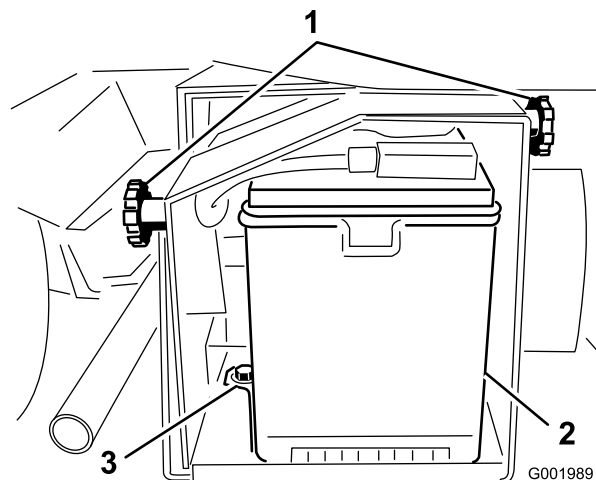

Figura 54
2. Allentate le manopole ai lati della cassetta della batteria e togliete il coperchio della batteria (Figura 54).
5. Togliete la cinghia della batteria e i dispositivi di fermo (Figura 54).
2. Montate la cinghia della batteria e fissatela con i dispositivi di fermo tolti in precedenza (Figura 54).
4. Montate il coperchio della batteria e fissatelo con le due manopole (Figura 54).
1. Allentate le manopole ai lati della cassetta della batteria e togliete il coperchio della batteria (Figura 54).